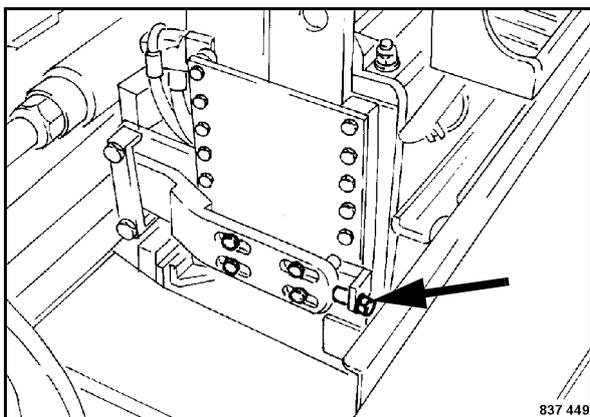

Fig. 118
- A tal fine, allentare <le viti di arresto e girare la vite di registro (Fig. 118).